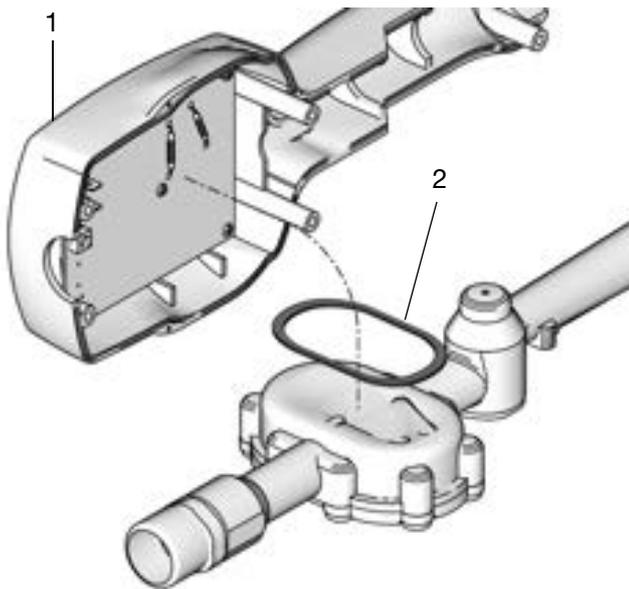

ABB. 4
Es ist wichtig, einen einwandfreien Sitz der Dichtungen (2) bei dem Einbau der elektronischen Steuerungen (1) im Materialabschnitt zu erreichen (ABB. 4).